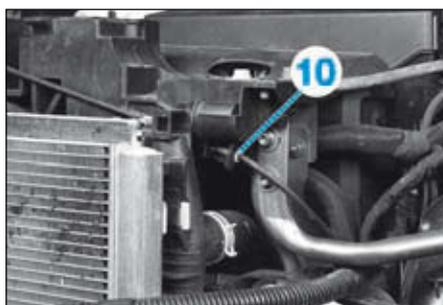

FIG.102
- Dégraffer le câble de commande d'ouverture du capot (10) (Fig.102).